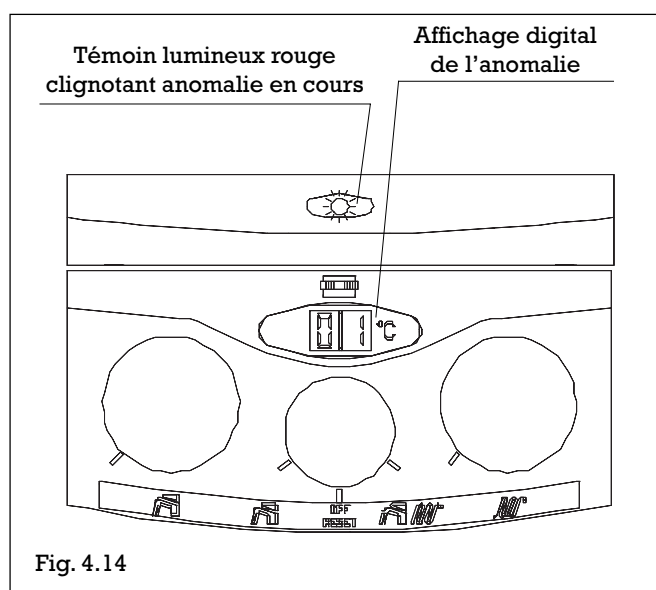

Fig. 4.14
- lorsque le **témoin lumineux est rouge clignotant** (fig. 4.14): une anomalie dans le fonctionnement.